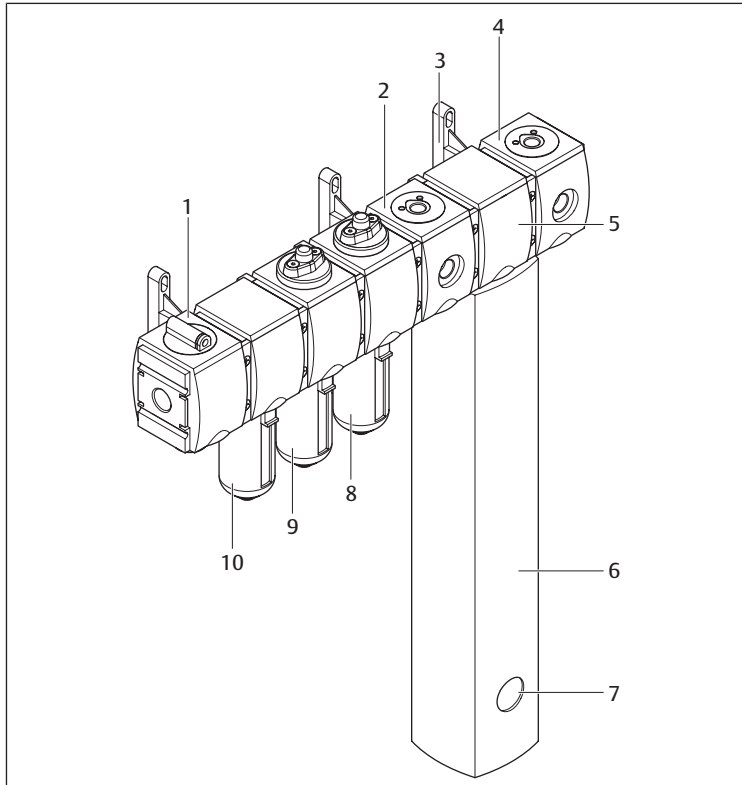

Abb. 1: Membrantrockner montieren und anschließen
- Die Spülluft-Öffnung (siehe → Abb. 1 (7)) darf nicht verschlossen werden.